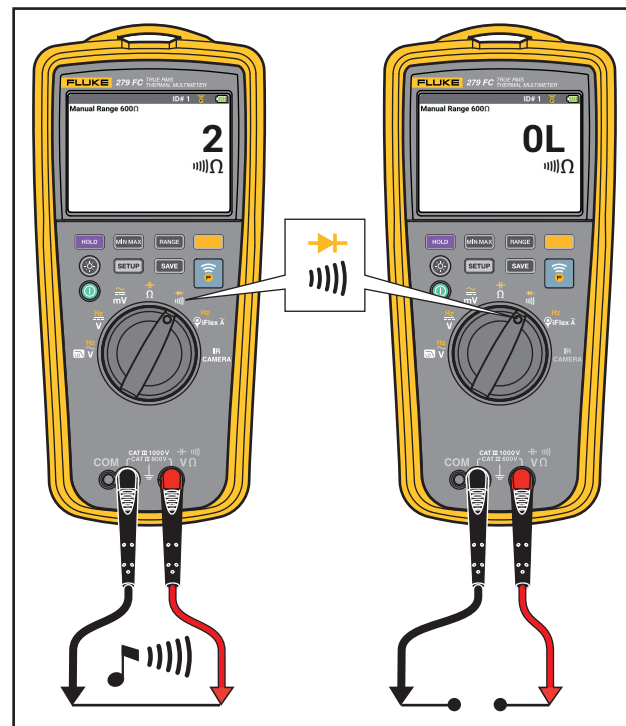

Figura 9. Test di continuità
- Test di continuità. Vedere la Figura 9.
La prova di continuità utilizza un segnale acustico che suona quando viene rilevato un circuito chiuso. Il segnale acustico consente di eseguire i test di continuità senza dover guardare il display. Vedere la Figura 9.